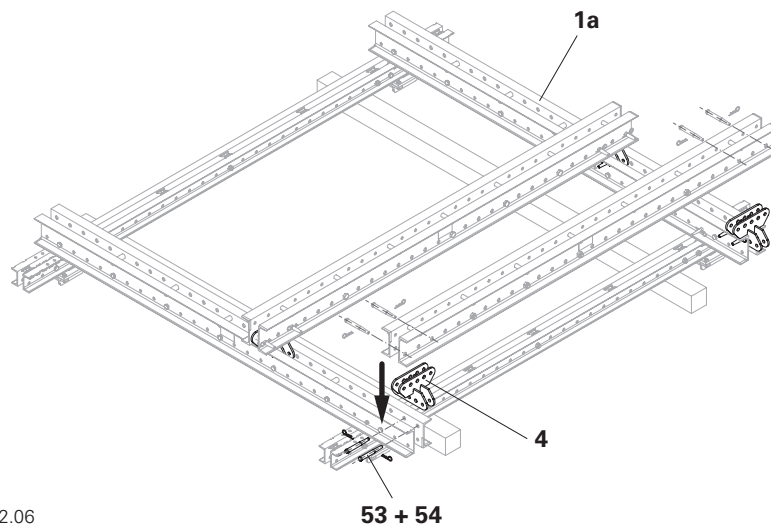

Fig. B2.06
1. Fissare il connettore a croce RCS (**4**) nella posizione di montaggio con le guide di ripresa RCS (**1a**) con perni calibrati Ø 26 x 120 (**53**) e fissare con un inserto a molla (**54**). (Fig. B2.06)